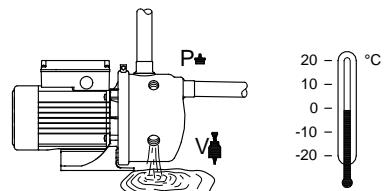

Fig. 8 Tömningsanordning
Töm pumpen genom att skruva ur pluggen (P) samt pluggen eller ejektorventilen (V). Se fig. 8.